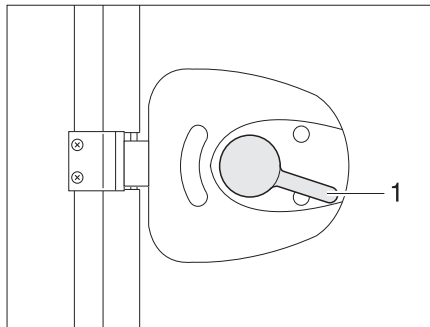

Fig. 22 Cerradura de la puerta de entrada, en el interior, abierta
- Presionar hacia abajo el tirador de la puerta (Fig. 22,1).